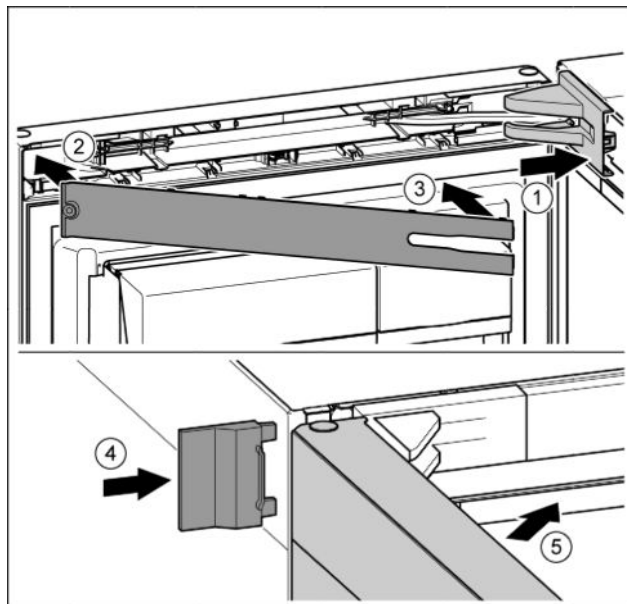

Fig. 25
- Poser et enclencher le cache du support de palier, l'introduire en appuyant délicatement. Fig. 25 (1)
- Poser le cache. Fig. 25 (2)
- Incliner le cache et l'enclencher. Fig. 25 (3)
- Enfiler le cache extérieur. Fig. 25 (4)
- Fermer la porte supérieure. Fig. 25 (5)